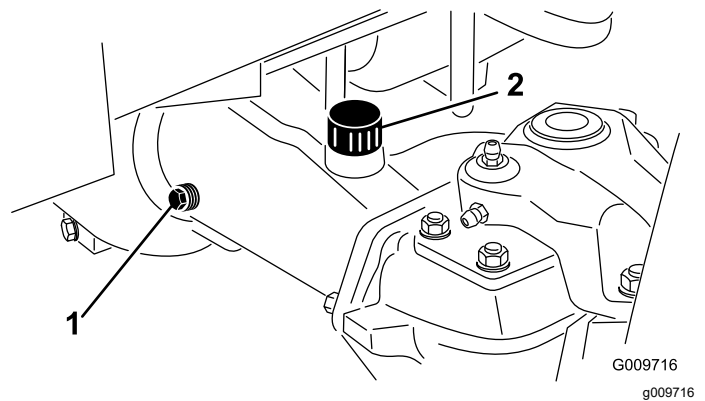

Figura 88
2. Retire o tampão de verificação que se encontra numa das extremidades do eixo (Figura 88) e certifique-se de que existe lubrificante até ao fundo do orifício. Se o nível estiver baixo, retire o tampão de enchimento (Figura 88) e adicione lubrificante suficiente para o nível de lubrificante